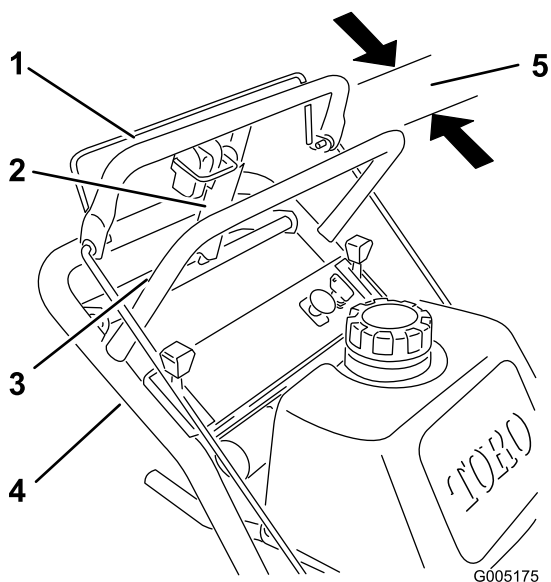

Figura 34
1. Compruebe el espacio entre la barra de control superior y la barra fija, con la transmisión de las ruedas totalmente engranada. Asegúrese de que hay un espacio de unos 25–32 mm (Figura 34).